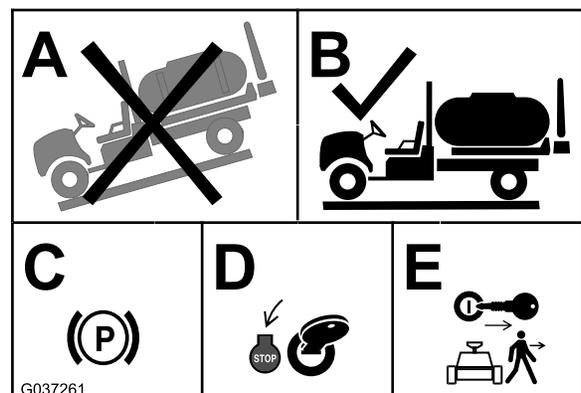

Figura 1
1. Spostate la macchina su una superficie pianeggiante (A e B di Figura 1).
2. Inserite il freno di stazionamento (C di Figura 1).
3. Spegnete il motore (D di Figura 1).
4. Rimuovete la chiave dal relativo interruttore (E di Figura 1).